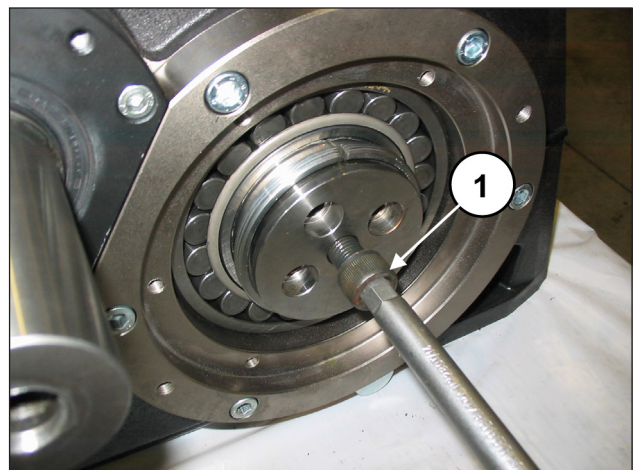

Abb. 79
Drehen Sie eine Schraube M16 ausreichender Länge (35-40 mm) in die Bohrung M16 der Kurbelwelle bis zur kompletten Auflage des Flanschs an der Buchse ein (Pos. ①, Abb. 79).